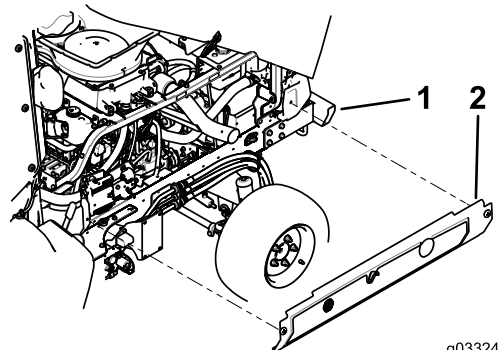

Bild 4
5. Bringen Sie die Seitenplatte mit den aufbewahrten Befestigungen an der Maschine an (**Bild 4**).